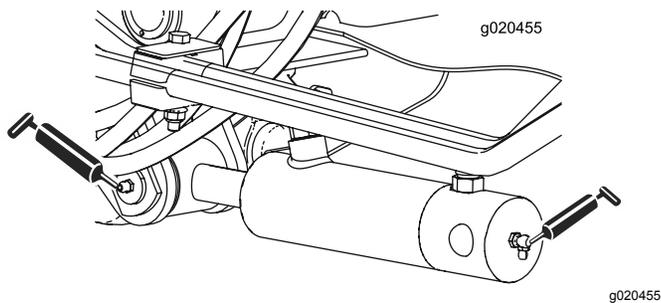

Figura 38
- Boccole (2) del cilindro del braccio di sollevamento (Figura 38).